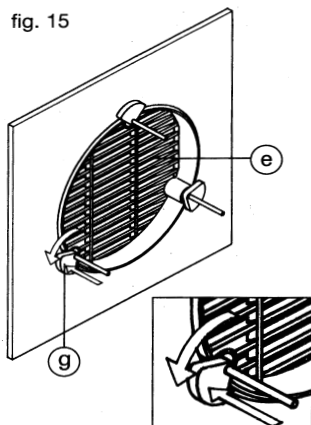

fig. 16
- Fig.16 / Рис.16 Установите корпус вентилятора (f) на удлиненные шпильки (n) на наружной решетке (e).